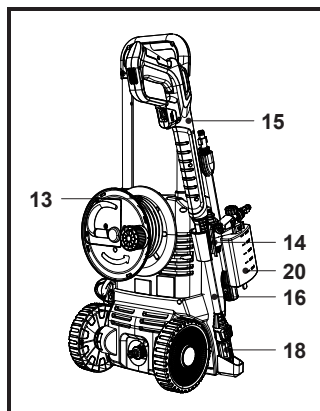

Fig. 24
3. Enrolle la manguera de presión (13) y guarde la pistola pulverizadora (15), la lanza de prolongación (16), la boquilla de la botella de detergente (20) y la boquilla (18/19) (Fig. 24).
4. Transporte siempre la máquina por el asa de transporte (1) y las ruedas traseras (8).